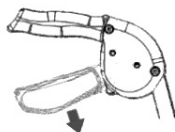

Fig. 6
1. Poussez vers le bas la partie inférieure de la poignée de frein comme illustré jusqu'à ce que vous entendiez un clic (Fig. 6).